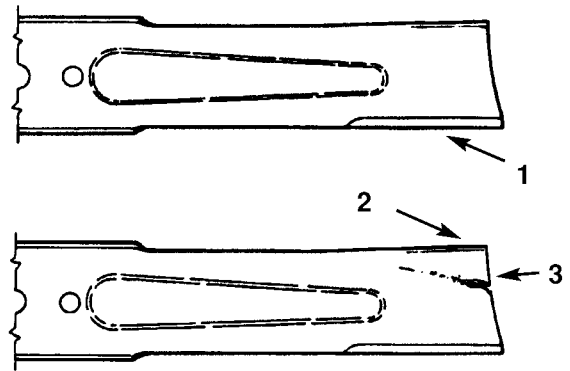

Bild 35
2. Die Schnittkanten untersuchen (Bild 35). Wenn die Kanten stumpf geworden sind oder Auskerbungen aufweisen, den/die Messerbalken entfernen und schärfen; siehe *Schärfen des/der Messerbalken(s)*.
3. Den/die Messerbalken kontrollieren, besonders den geformten Bereich (Bild 35). Wenn Sie irgendwelche Defekte, Anzeichen von Abnutzung oder Bildung von Langlöchern in diesem Bereich feststellen (Bild 35), sofort einen neuen Messerbalken montieren.